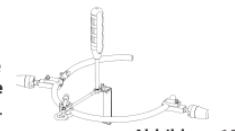

Abbildung 15
- Um die **Retraktorklingen** anzuwinkeln, benutzen Sie den **Sechskantschlüssel** (AL-0106) zum Lösen des Schwenkmechanismus am **Klingenhalter** und bringen Sie die **Retraktorklinge** von Hand in die gewünschte Position. Um die **Retraktorklinge** zu sichern, ziehen Sie den Schwenkmechanismus mit dem **Sechskantschlüssel** fest. (Abbildung 15)